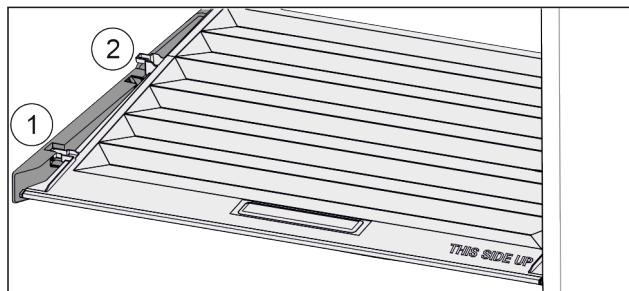

Fig. 39
- ▶ Vytáhněte víko dopředu až k otvoru v přídržných dílech Fig. 39 (1).
- ▶ Vzadu zespu do nadzvedněte a vyjměte směrem nahoru Fig. 39 (2).